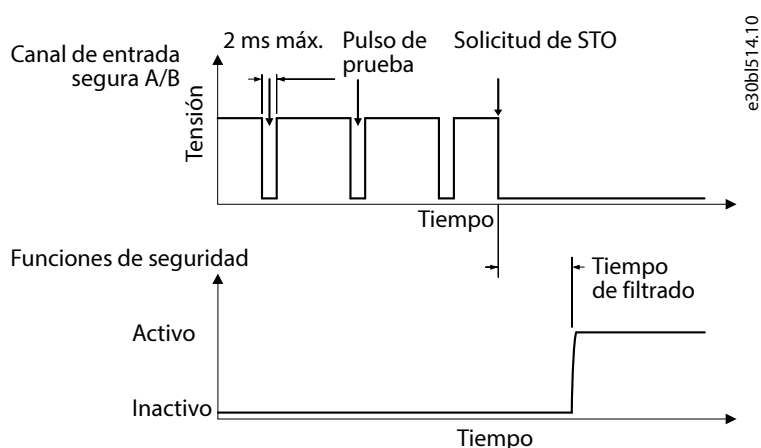
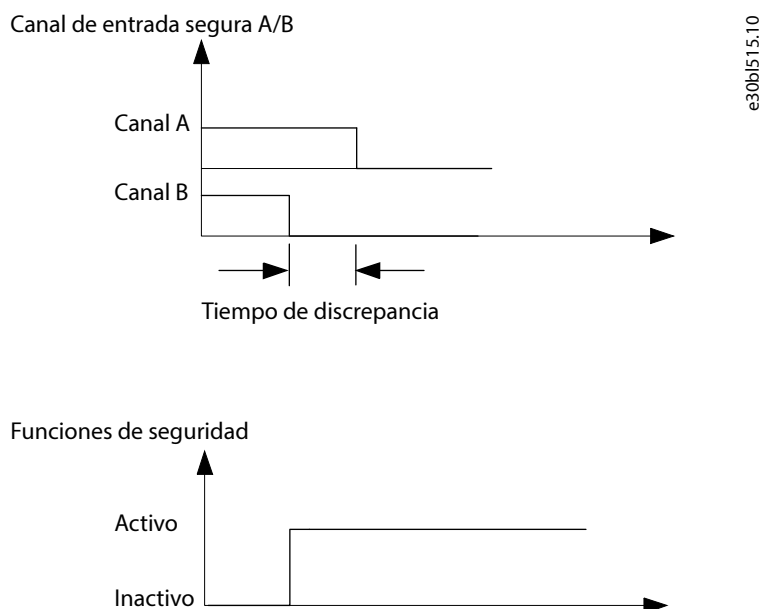

Figura 9: Filtrado del pulsos de prueba
Figura 10: Tiempo de discrepancia
- **Aislamiento galvánico de los terminales:** Los bloques de terminales de I/O de seguridad funcional de la tarjeta de control tienen entradas independientes aisladas galvánicamente para permitir, por ejemplo, el intercambio de las polaridades de los terminales de entrada segura, como se muestra en Figura 9 y en Figura 10.